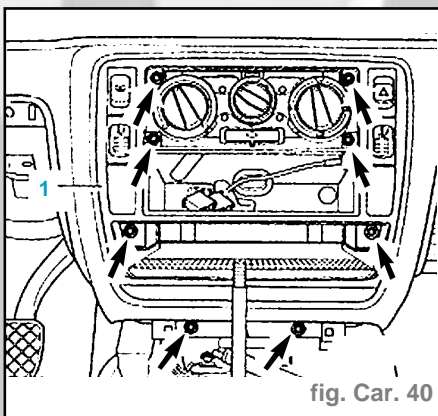

fig. Car. 40
- Dévisser les huit vis (flèches) (fig. Car. 40).